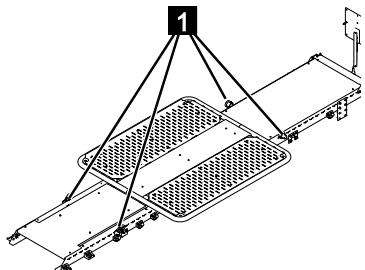

Abb. 265
1. Anschlagpunkte (Abb.265/1) mit dem passendem Drehmoment nachziehen (☞Kapitel 8.4.3 „Anziehdrehmomente“, auf Seite 204) und auf Beschädigungen und Beweglichkeit kontrollieren. Gegebenenfalls austauschen.